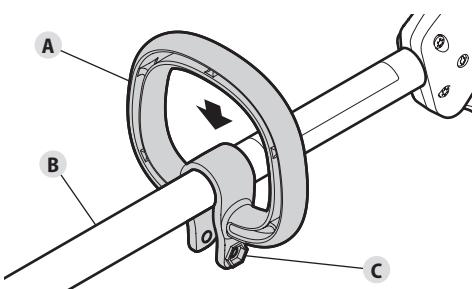

Fig. 8
- Poussez le manche (Fig. 8-A) sur le tube supérieur de l'arbre (Fig. 8-B). Assurez-vous que les ouvertures du boulon hexagonal font face vers la gauche (Fig. 8-C).